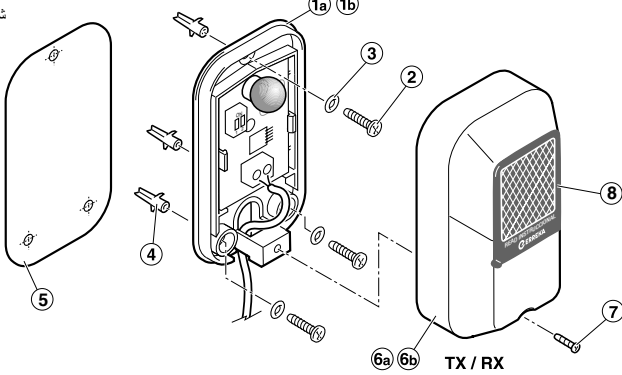
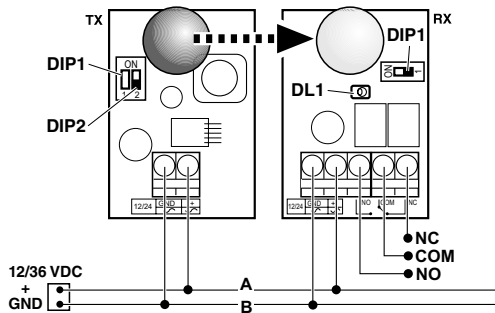

Рис. 2
Рис. 3
☞ DacĚ utilizaŤi douĚ perechi TX-RX, alimentate prin intermediul 12-24VAC, montaŤi-le Ěn acelaři sens (fig. 3), cu funcŤia de sincronism activatĚ. DacĚ utilizaŤi douĚ perechi TX-RX alimentate prin intermediul 12-36VDC, montaŤi-le cu razele infrarořii Ěn sens opus (fig. 4).
Фотоэлектронные устройства FT06 имеют функцию синхронизации, которая может включаться с помощью DIP-переключателей (DIP2 в передатчике (TX) и DIP1 в приемнике (RX)). Эта функция позволяет фотоэлектронным устройствам работать в парах синхронно, предотвращая взаимное влияние различных пар устройств, расположенных близко друг к другу (например, с обеих сторон раздвижных ворот). Они будут работать должным образом, только если правильно подключены (рис. 3).
**■ Установите приемник (RX), защитив его от попадания прямого солнечного света (инфракрасного излучения).**
- При использовании двух пар модулей TX-RX с напряжением питания 12—24 В перем. тока, расположите модули в одном направлении (рис. 3) с включенной функцией синхронизации. При использовании двух пар модулей TX-RX с напряжением питания 12—36 В пост. тока, установите их таким образом, чтобы инфракрасные лучи были направлены в противоположные стороны (рис. 4).
- 2 С помощью входящих в комплект поставки шаблонов (5) проделайте отверстия в поверхности для крепления.
- Рис. 2: одна пара модулей (без использования функции синхронизации) с напряжением питания 12—36 В пост. тока. При использовании напряжения питания 12—24 В перем. тока, полярность не имеет значения.